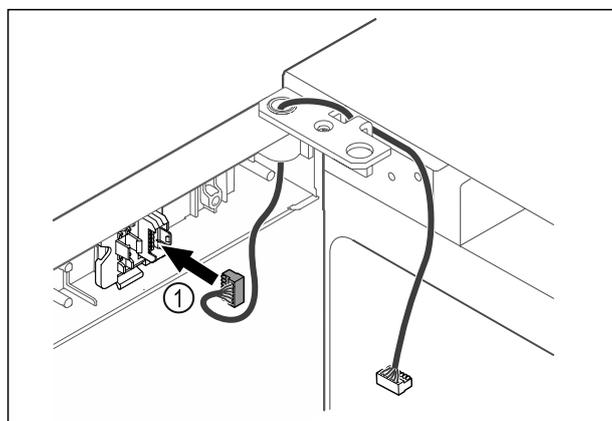

Fig. 44
- ▶ Utaknite utikač Fig. 44 (1) u držač utikača.